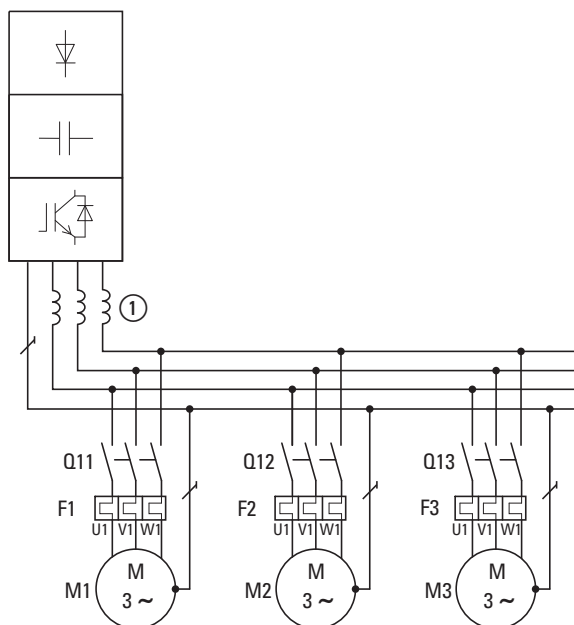

Рисунок 12: Параллельное подключение нескольких двигателей к одному преобразователю частоты
Для компенсации искажений следует применять реакторы двигателя (см. ① на Рис. 12) на выходе привода.